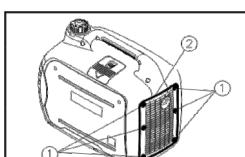

Рис.28
1. Открутите винты (1) и снимите защитную решетку глушителя (2) (рис. 28).